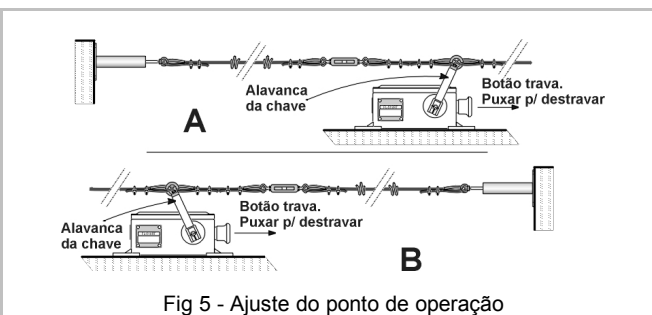

Fig 5 - Ajuste do ponto de operação
2.5 Destravar a chave de emergência (puxar o botão trava) e colocar a alavanca na posição da fig. 5 B. Repetir o processo 2.4 para ajustar a tensão do cabo de aço no outro tracionador.